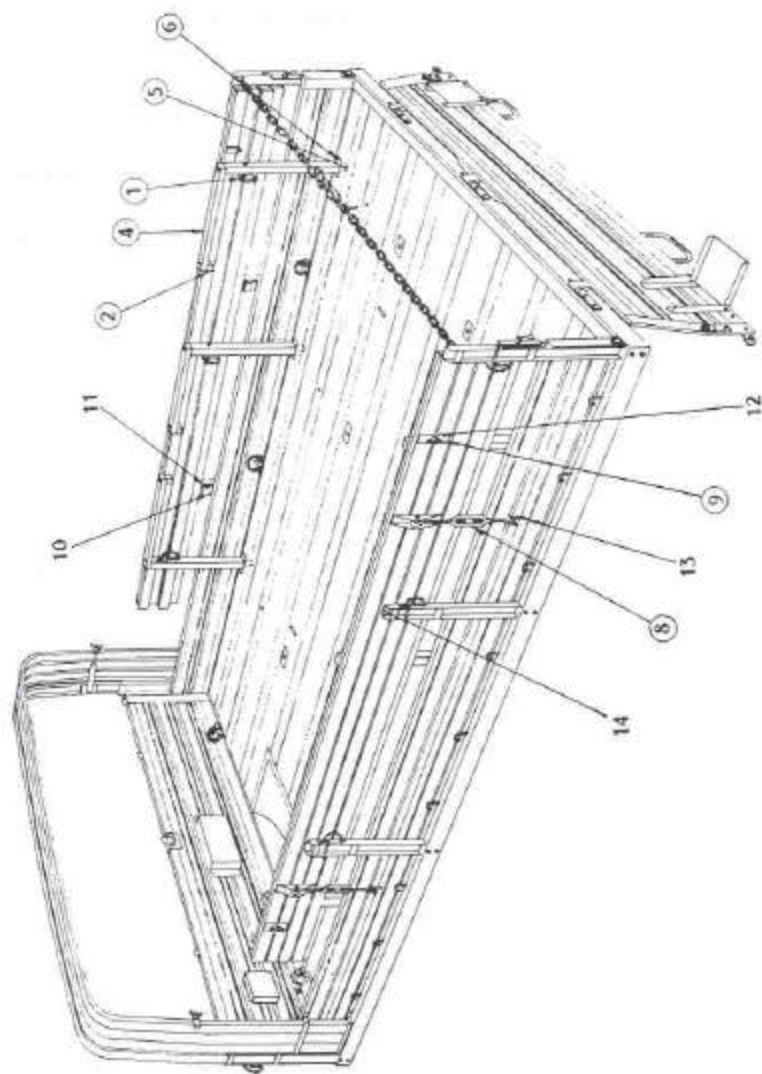

Fig. 13. — Aménagement de la caisse avec banquettes en « rehausses » de ridelles
28. *Mise en place des banquettes en position latérale* (fig. 13 et 14).